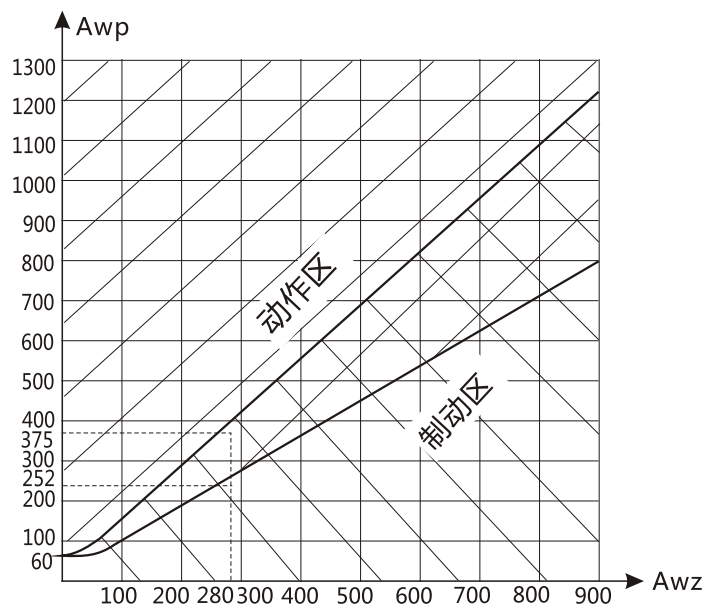

图3 制动特性曲线
4.由动作电流与制动电流的比值所决定的制动系数 K_z 可以在广泛的范围内变化，图3的制动特性 $AW_p=f(AW_z)$ 是其极限范围，它与工作电流和制动电流间的相位角有关，但无论在任何角下都不应越出曲线的范围。